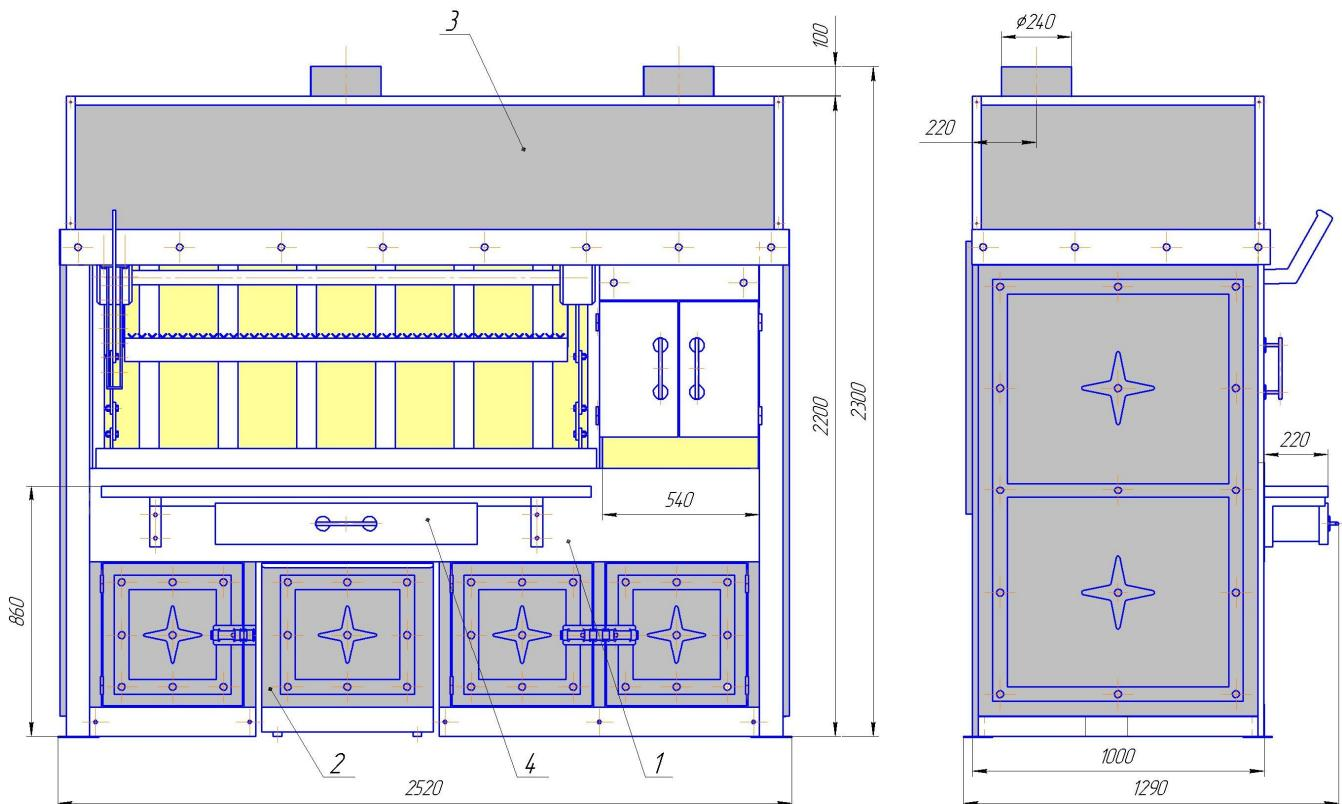
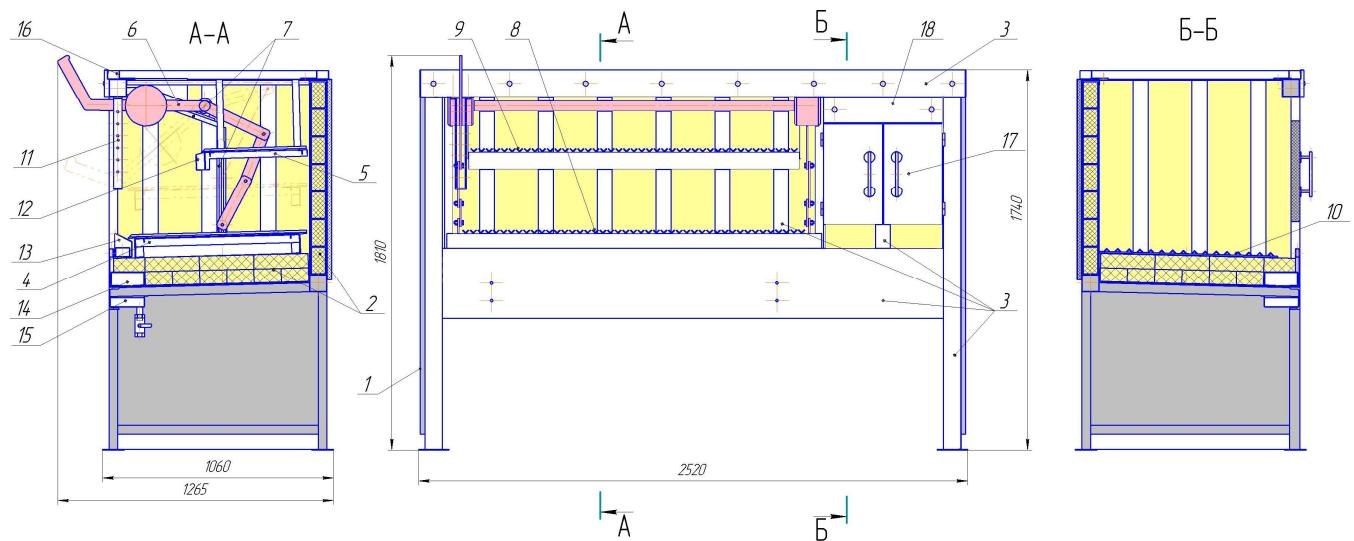
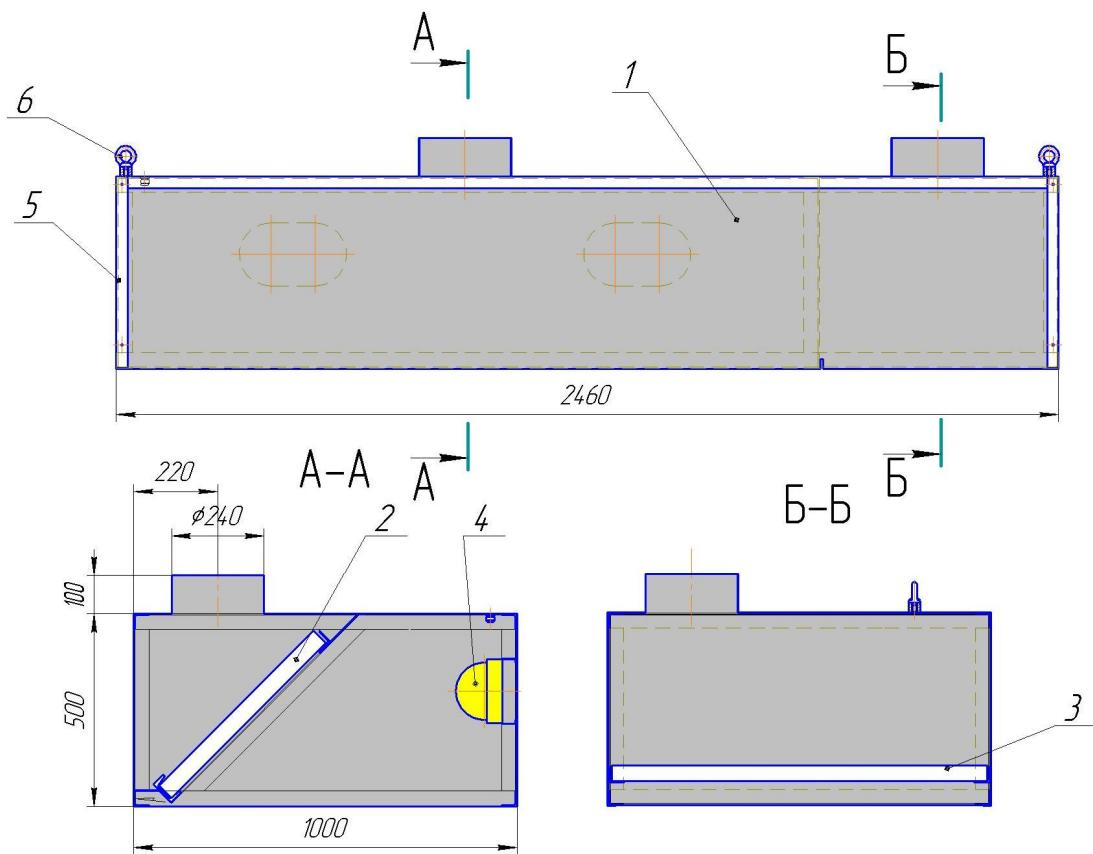

Рис. 1. Устройство гриля
Рис. 2. Устройство корпуса.
Рис. 4. Устройство зонта.
Гриль состоит из следующих основных элементов (см. рис.1):
Корпус состоит из следующих основных элементов (см. рис.2):
Зонт состоит из следующих основных частей (см. рис.4):
В топку, расположенную в правой части гриля, которая закрывается дверками (рис.2, поз.17), засыпается уголь. В топке уголь поджигается оператором. Тепло отводится через правую часть зонта (рис.1,поз 7), при этом искры гасятся фильтрами-искрогасителями (рис.4,поз 3).
По мере выгорания, уголь распределяется оператором в левую часть гриля под нижнюю платформу (рис.2, поз.4). При этом нижнюю платформу приподнимают вручную оператором вертикально с помощью механизма подъема (рис.2, поз 6) на некоторую высоту и стопорят с помощью фиксатора, закрепленного на стойке регулировочной (рис.2, поз.11). На нижней платформе установлены нижние решетки (рис.2,поз.8), на которых непосредственно и происходит приготовление продукта (мяса). Излишки жира стекают по желобам уголков решеток в нижний жироусборник с перфорированной решеткой (рис.2, поз 13).
Над нижней платформой подвешена верхняя платформа (рис.2, поз.5), с расположеннымными на ней решетками (рис.2, поз.9). На верхних решетках происходит непосредственное временное хранение приготовленного продукта. Верхняя платформа также оборудована съемным жироусборником (рис.2, поз.12). Тепло и все испарения отводятся через левую часть зонта (рис.1, поз.3), оборудованным съемными фильтрами жироуловителями (рис. 4, поз.2). В левой части зонта расположены два светильника (рис.4, поз.4), предназначенных для освещения рабочей зоны.
Стекающий жир с фильтров жироуловителей накапливается в коробчатом лотке (рис.2, поз.16). По мере необходимости излишки жира сливаются через патрубок с вентилем.
На фасадной части гриля закреплен кронштейн со съемной столешницей (рис.1, поз.4). В кронштейне установлен выдвижной ящик, предназначенный для хранения инвентаря.
Гриль оборудован системой слива воды во время его непосредственной мойки. А именно: под кирпичами верхнего ряда горизонтальной кладки расположен перфорированный вкладыш (рис.2, поз.14), через который вода стекает в лоток, оборудованный вентилем (рис.2, поз.15).
5. Ближние полки вертикальных ручьев и окна под установку кирпича закрыть декоративными накладками (рис.2, поз.3), которые закрепить на вытяжных заклепках.
6. Установить на дно основания гриля перфорированный вкладыш (рис.2, поз.14).
8. Установить все снятые в п.3 элементы на своё место. Особое внимание обратить на плавность перемещения механизмов подъема нижней платформы (рис.2, поз.6). Перемещение должны быть без заеданий и заклинивания. При необходимости отрегулировать его положение, ослабив болты крепления и соосно выставив кронштейны (рис.2, поз.7) относительно штанги подъемного механизма. Далее затянуть все болты механизма. Рекомендуется смазать направляющие кронштейнов (рис.2, поз.6) термостойкой антизадирной смазкой.